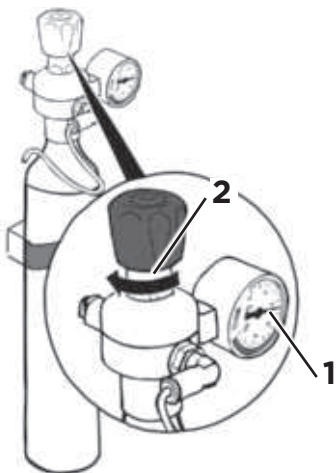

Abb. 8
1. Beachten Sie die Anzeige des aktuellen Drucks auf dem Manometer des CO2-Druckminderers (Abb. 8/1).